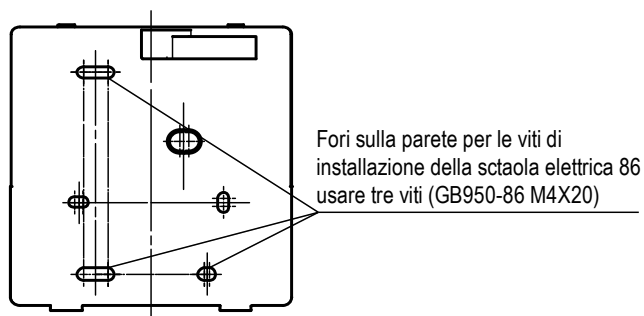

Figura 6
- 2) Utilizzare tre viti GB950-86 M4X20 per installare direttamente il coperchio posteriore sulla parete. (Figura 6)